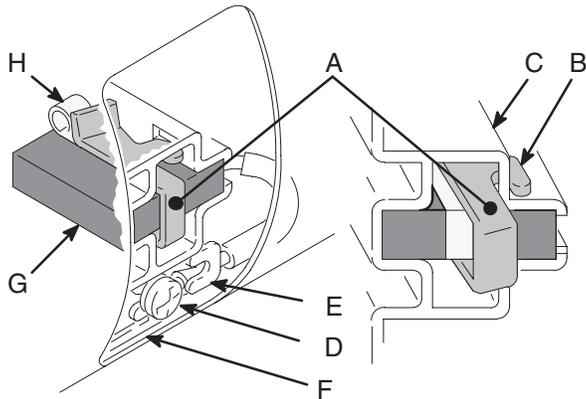

Fig. 5 01227
- Fig. 5. Pousser sur le clip (A) 110816 pour défaire les crochets (B) d'après le porte-balai (C). Extraire le clip.
- Fig. 5. Desserrer la vis de la cosse (D). Écarter le fil du balai (E) en laissant le fil moteur (F) en place. Retirer le balai (G) et le ressort (H).
- Fig. 5. Faire coulisser la cosse du fil du balai (E) sous la rondelle de la vis (D) de la cosse et serrer la vis. S'assurer que le fil du moteur (F) est encore raccordé à la vis.